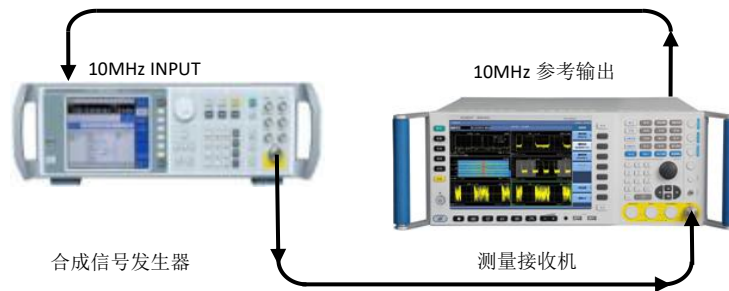

图 4.13 AM 信号解调测量系统连接图
- a) 如图 4.13 所示，将信号发生器输出与测量接收机的射频输入 50Ω 端口相连。复位信号发生器，设置信号发生器输出载波为 1000MHz，幅度为 0dBm。选择 AM 调制，30% 调制深度，调制速率为 1kHz。
- a) 如图 4.13 所示，将信号发生器输出与测量接收机的射频输入 50Ω 端口相连。复位信号发生器，设置信号发生器输出载波为 100MHz，幅度为 0dBm。选择 FM 调制，调制频偏 50kHz，调制速率为 1kHz。